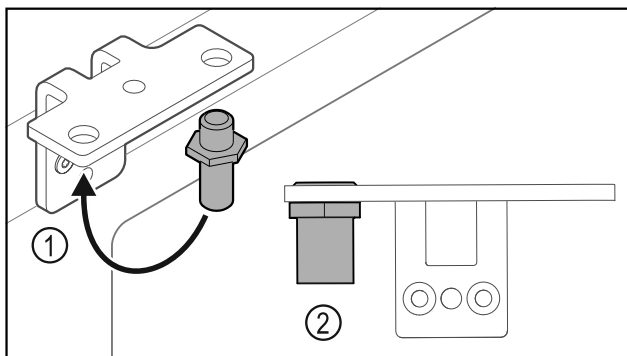

Fig. 17
- ▶ Helyezze át a csuklópántban a csapszeget Fig. 17 (1).
- ▶ Húzza meg a csapszeget Fig. 17 (2) **12 Nm-es forgatónyomatékkal**.